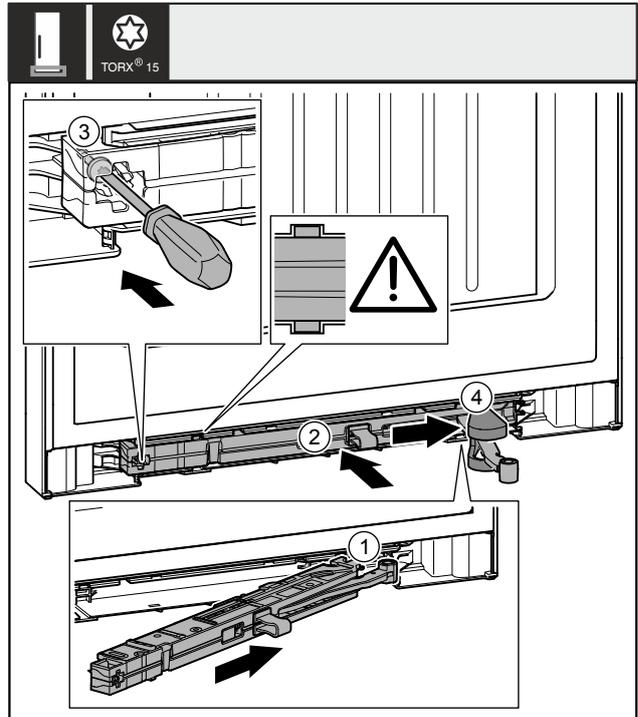

Fig. 52
- ▶ Inserire in diagonale l'unità dell'ammortizzatore di chiusura Fig. 52 (1) nel vano sul lato del blocco di supporto fino a battuta.
- ▶ Inserire completamente nel vano l'unità dell'ammortizzatore di chiusura Fig. 52 (2).
- ▶ Stringere la vite Fig. 52 (3) con un cacciavite.
- ▶ Spostare la copertura Fig. 52 (4) sul giunto.